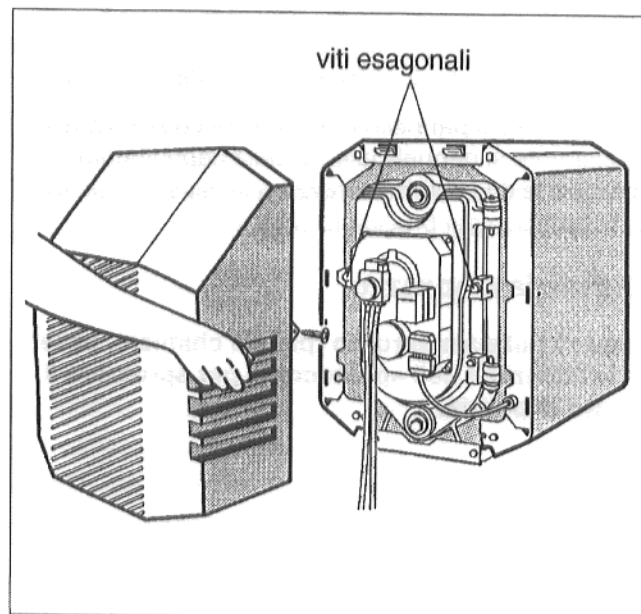

Fig. 38
- Svitare le viti esagonali (Fig. 38) a destra e a sinistra della porta del bruciatore. Aprire la porta del bruciatore.
- Richiudere la porta del bruciatore stringendo bene le viti (Fig. 38). Avvitare uniformemente le viti.